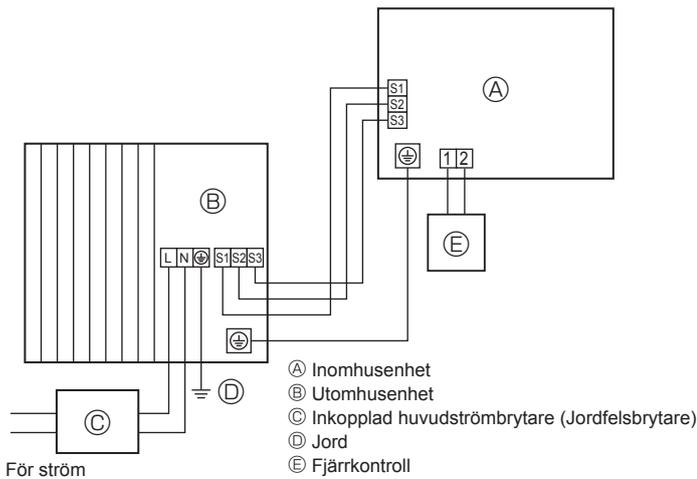
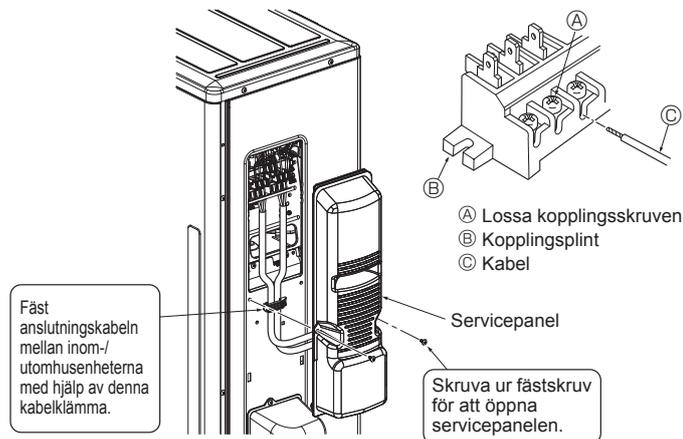
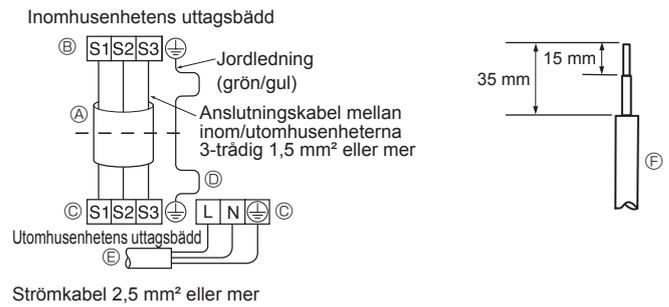

Fig. 6-1
Fig. 6-3
Fig. 6-2
### 6.1. Utomhusenhet (Fig. 6-1, Fig. 6-2, Fig. 6-3)
- ① Avlägsna servicepanelen.
- ② Anslut kablar med hänvisning till Fig. 6-1, Fig. 6-2, och Fig. 6-3.
- Utför ledningsdragningen enligt diagrammet till vänster. (Köp in kabeln lokalt) (Fig. 6-2)